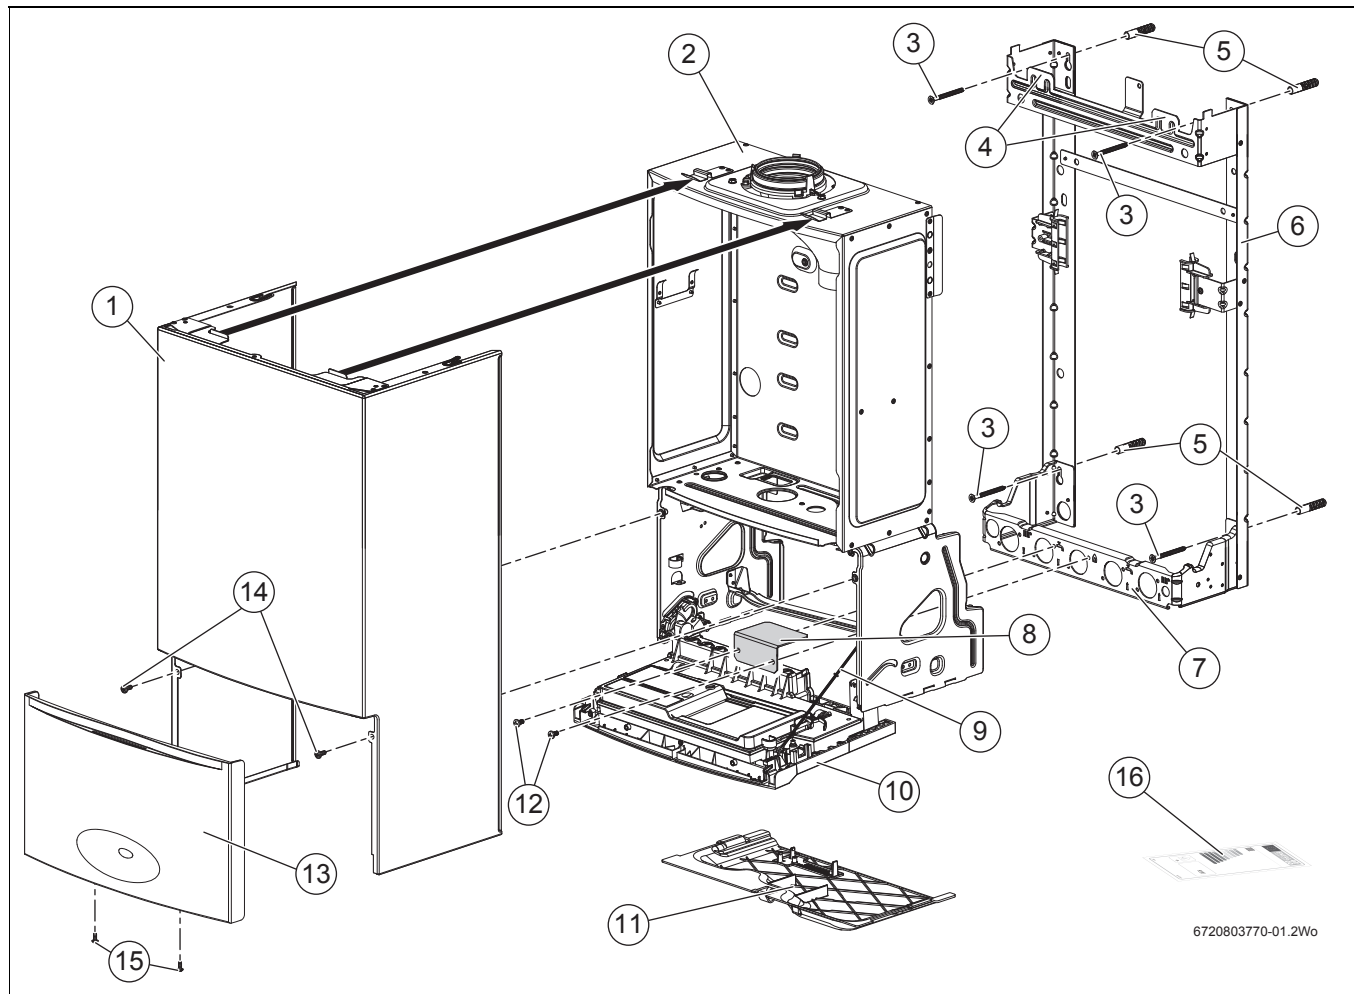

Fig. 1 Disposición
- ▶ A placa inferior (Fig. 1, [11]) tem abas [2] que devem deslizar para as duas bordas de ambos os lados da estrutura da caldeira.